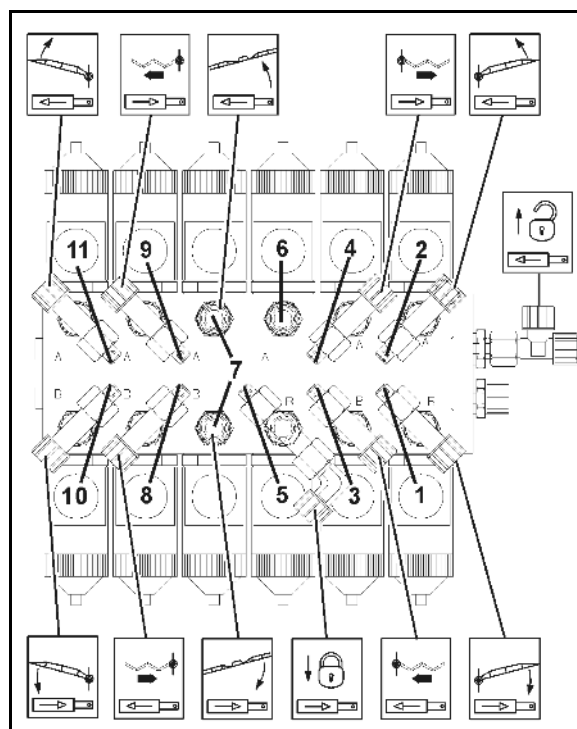

Fig. 196
2. Si nécessaire, rajoutez de l'huile lorsque la pompe ne fonctionne pas (au maximum jusqu'au marquage (Fig. 196/1).
5. Faites tourner l'arbre d'entraînement à la main alternativement à droite et à gauche tout en versant lentement l'huile neuve. Le volume d'huile versé est correct lorsque l'huile arrive au repère (Fig. 196/1) dans le vase.